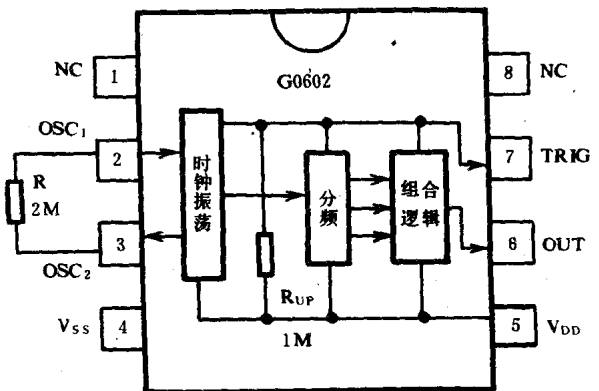

图1-5(a) 5G0602内电路功能框图
5G0602集成块有两种封装形式:双列直插式塑料硬封装和片状黑膏软封装。电路内部功能完全相同,都设有时钟振荡器、分频计数器以及组合逻辑电路,其内电路功能框图见图1-5(a)所示。 R 是外接时钟振荡电阻,它与5G0602内部CMOS反相放大电路及其反馈电容组成RC振荡器。增大 R 阻值,使振荡频率降低,报警音调也随之下落,通常 R 可在 $1.5\sim 2.7\text{M}\Omega$ 之间选用。时钟脉冲经分频电路后送到组合逻辑电路,变换成三种频率重复变化的脉冲信号从第⑥脚输出,经外接功放电路放大后即可推动扬声器放音。第⑦脚为触发端TRIG,负脉冲触发有效。第⑤脚为电源正端 V_{DD} ,第④脚为电源负端 V_{SS} 。第①、⑧脚为空脚NC。